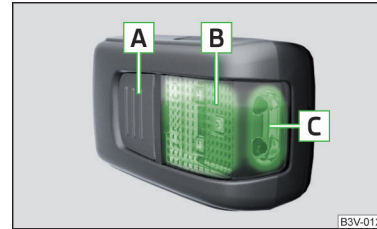

Abb. 140 Herausnehmbare Leuchte
Beschreibung der Leuchte » Abb. 140
- Zum **Einschalten** der herausgenommenen Leuchte die Taste **A** drücken » Abb. 140. Durch erneutes Drücken wird die Leuchte **ausgeschaltet**.
Wird die Leuchte nicht ausgeschaltet und korrekt in die Halterung eingesetzt, dann werden die LED-Leuchtmittel im vorderen Teil der Leuchte **C** » Abb. 140 automatisch ausgeschaltet.